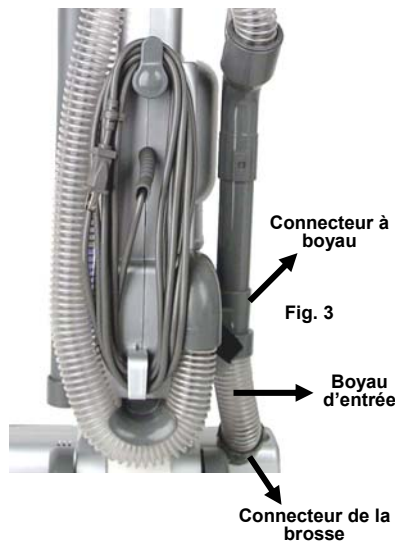

Fig. 3
- Insérez le boyau d'entrée dans le connecteur de la brosse à planchers (Fig. 3).
- Tenez une extrémité du manche amovible du boyau et insérez-la dans le connecteur à boyau (Fig. 3).